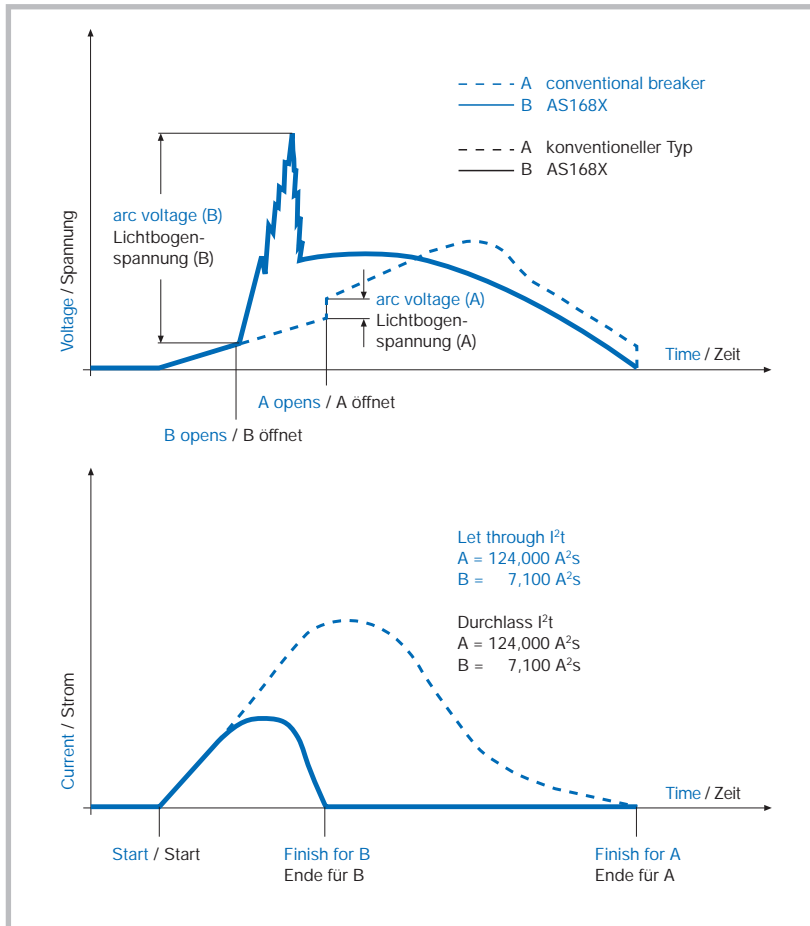

Fig. 4
An illustration of the differences in the set-up is shown by fig. 3 (a + b). An illustration of the difference in performance when interrupting 10 kA at 120 Vac is shown by fig. 4 presenting the voltage across the breaker and the current flowing through the breaker in direct comparison. For the most important criteria, the «let through  $I^2t$ », the difference is even more pronounced. The AS168X limits the let-through energy to about 6% of the value recorded for the conventional breaker.
Der Unterschied beim Abschalten von 10 kA bei 120 Vac wird durch die Fig. 4 veranschaulicht. Sie zeigt den Spannungs- und Stromverlauf während des Abschaltvorganges im direkten Vergleich. Beim wichtigsten Beurteilungskriterium, den  $I^2t$  Durchlasswerten, ist der Unterschied noch gravierender. Der AS168X lässt nur etwa 6% der Energie ( $I^2t$ ) durch, die beim konventionellen Selbstschalter gemessen wird.
- No need to worry about the «maximum fault current». The AS168X can handle it (see fig. 4).
- Überlegungen betreffend Höhe des Kurzschluss-Stromes erübrigen sich. Der AS168X wird bestimmt damit fertig (siehe Fig. 4).